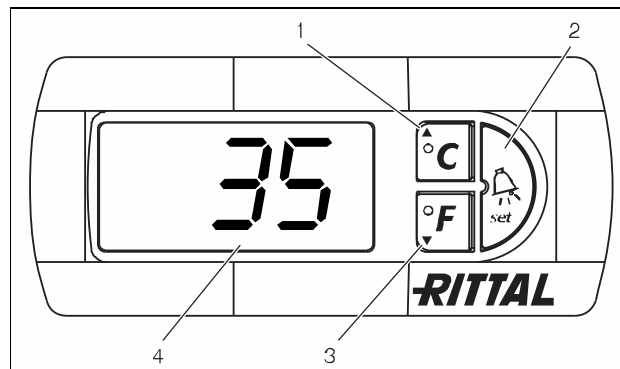

Bild 34: e-comfortcontroller
Kylaggregatet arbetar automatiskt d.v.s. när strömförsörjningen har kopplats in startar förångarfläkten (se bild 2, sidan 5) och cirkulerar innerluften i apparatskåpet. Kompressorer och kondensorfläktar regleras genom e-comfortcontrollern. e-comfortcontrollern har en 7-segmentsdisplay (bild 34, nr. 4). Efter att strömförsörjningen kopplats in visas den aktuella mjukvaruversionen och det aktiverade Eco-läget under de första 2 sekunderna. Därefter ett förinställt alternativ (t. ex. t10) resp. temperaturen. I normal drift visar meddelandet både temperatur (i grad Celsius eller grad Fahrenheit, omkopplingsbar) och även störningar.
Programmering av apparaten görs via knapparna 1 – 3 (bild 34) Parametrarna för detta visas likaså på displayen.
- Tryck samtidigt på knapparna 1 och 2 (bild 34) i minst 5 sekunder.
Med knapparna 1, 2 och 3 (bild 34) kan du ändra 24 parametrar inom angivna områden (minimivärde, maximivärde).